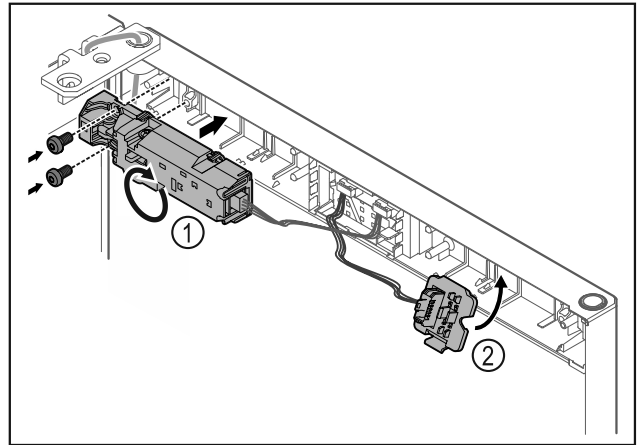

Fig. 13
- Tourner la serrure électrique Fig. 13 (1) à 180° et la placer de l'autre côté.
- Clipser le support de connecteur Fig. 13 (2) du côté opposé.*